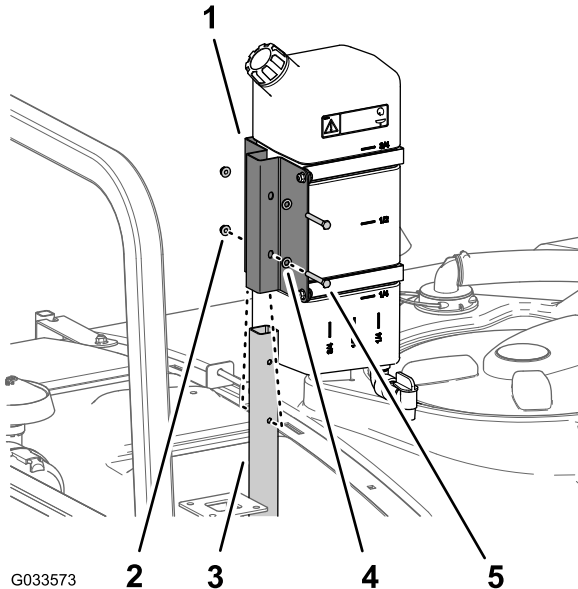

Bild 45
1. Montieren Sie den Frischwasserbehälter und die Befestigung mit den zwei Schrauben (5/16" x 2 1/4") und zwei Sicherungsbundmuttern (5/16") am Stützrohr, wie in Bild 45 abgebildet.